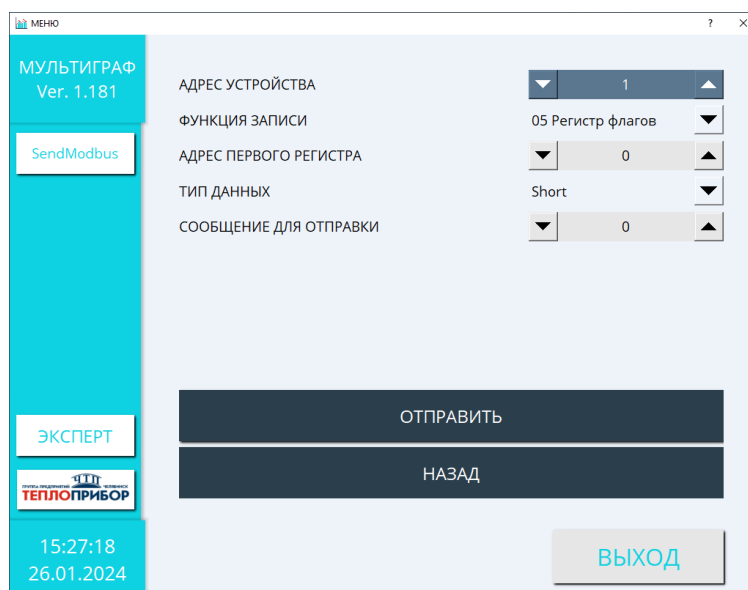

Рисунок 2.58 – Отправка Modbus-команды
2.4.3.2 Функция «ОТПРАВИТЬ МОДБАС КОМАНДУ» позволяет отправить команду записи регистра по выбранному адресу устройства (рис. 2.58).